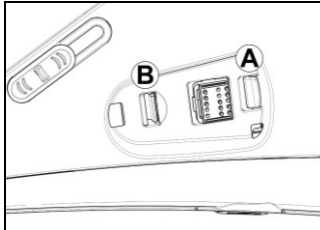

Abb. 7
- Drücken Sie von der Innenseite des Helms, d.h. vom Bereich mit der Aufschrift PUSH solange, bis der Halterungshaken **B** eingeschnappt ist (Abb. 7).